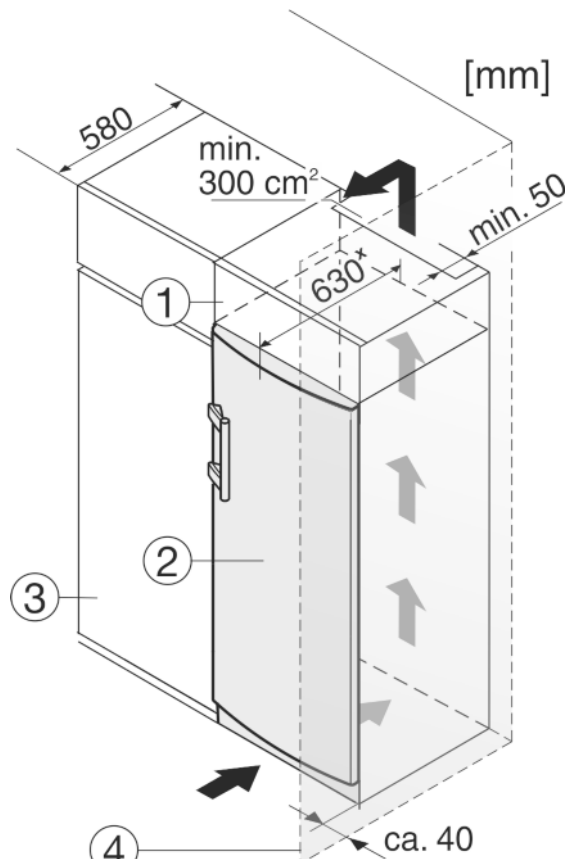

Fig. 10
L'apparecchio può essere incassato nell'arredamento per la cucina. Per adattare l'apparecchio Fig. 10 (2) all'altezza della cucina componibile, è possibile applicare sopra l'apparecchio un adeguato mobile da appoggio Fig. 10 (1).
Si la cocina posee armarios (profundidad máx. 580 mm), el aparato se puede colocar directamente junto al armario de cocina Fig. 10 (3). El aparato sobresale 34 mmx por los lados y 50 mmx en el centro del aparato respecto al frente del armario de cocina.
Se l'apparecchio con cerniere viene installato accanto ad una parete Fig. 10 (4), la distanza minima fra l'apparecchio e la parete deve essere almeno di 40 mm, che corrisponde alla sporgenza della maniglia con la porta aperta.